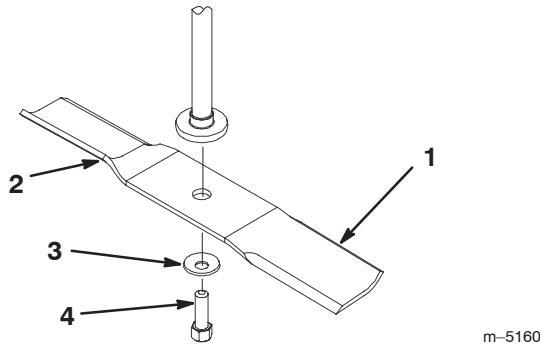
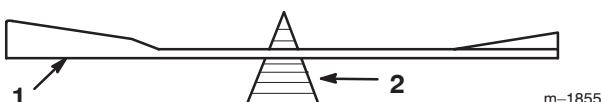

Figure 27
Figure 29
Tenez la lame à son extrémité avec un chiffon ou un gant épais. Enlevez le boulon, la rondelle bombée et la lame de l'axe (Fig. 27).
2. Vérifiez l'équilibre de la lame en la plaçant sur un équilibrage (Fig. 29). Si la lame reste horizontale, elle est équilibrée et peut être utilisée. Si la lame est déséquilibrée, limez un peu l'extrémité de la partie incurvée seulement (Fig. 27). Répétez la procédure jusqu'à ce que la lame soit équilibrée.
1. Placez la lame sur l'axe (Fig. 27).
2. Montez la rondelle bombée (face concave vers la lame) et le boulon de lame (Fig. 27). Serrez le boulon de lame à 47–88 Nm (35–65 pieds-livre).